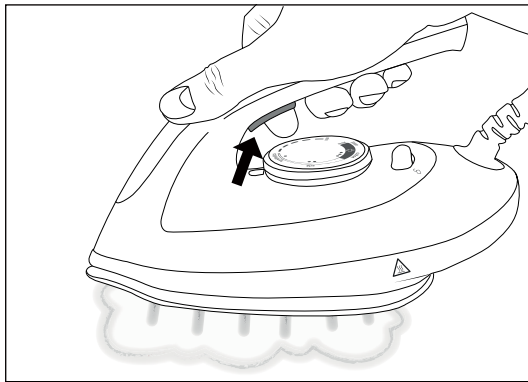

Fig. 9
- 5) Pendant que vous repassez les vêtements, appuyez sur le bouton vapeur **2** et maintenez-le enfoncé afin de diffuser continuellement de la vapeur hors de la semelle de repassage **8** sur le vêtement à repasser (voir Fig. 9).